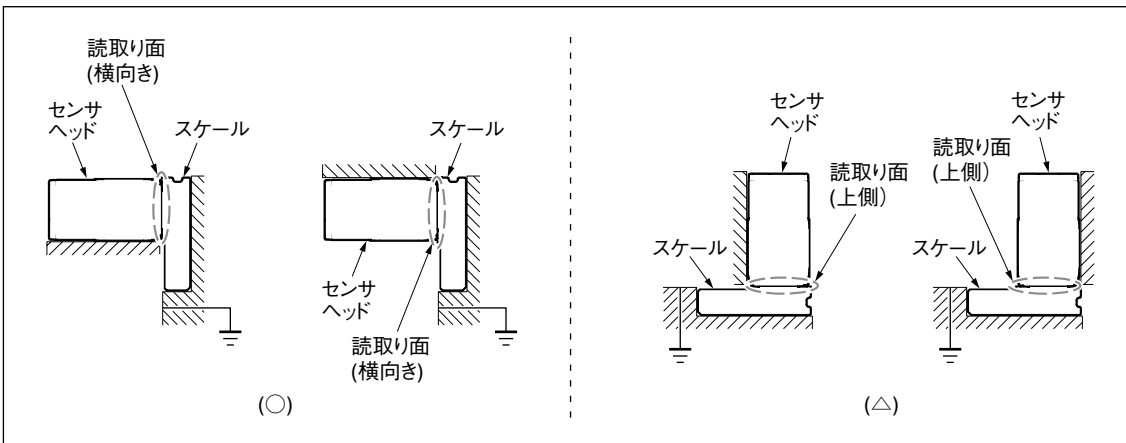

図 3-1
- ・ センサヘッド取付け後、有効長 (L) を超えてセンサヘッドを動かすと破損します。センサヘッドの移動は必ず有効長範囲内としてください。
- ・ スケールユニットは、センサ読み取り面がスケールの横向きになるように取付けてください。横向きが不可能な場合、上側になるようにしてください。(図 3-1)